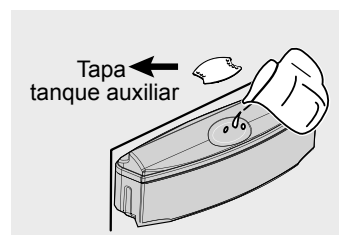

Figura 54
- Levante la tapa tanque auxiliar y llene el tanque con agua (figura 54).